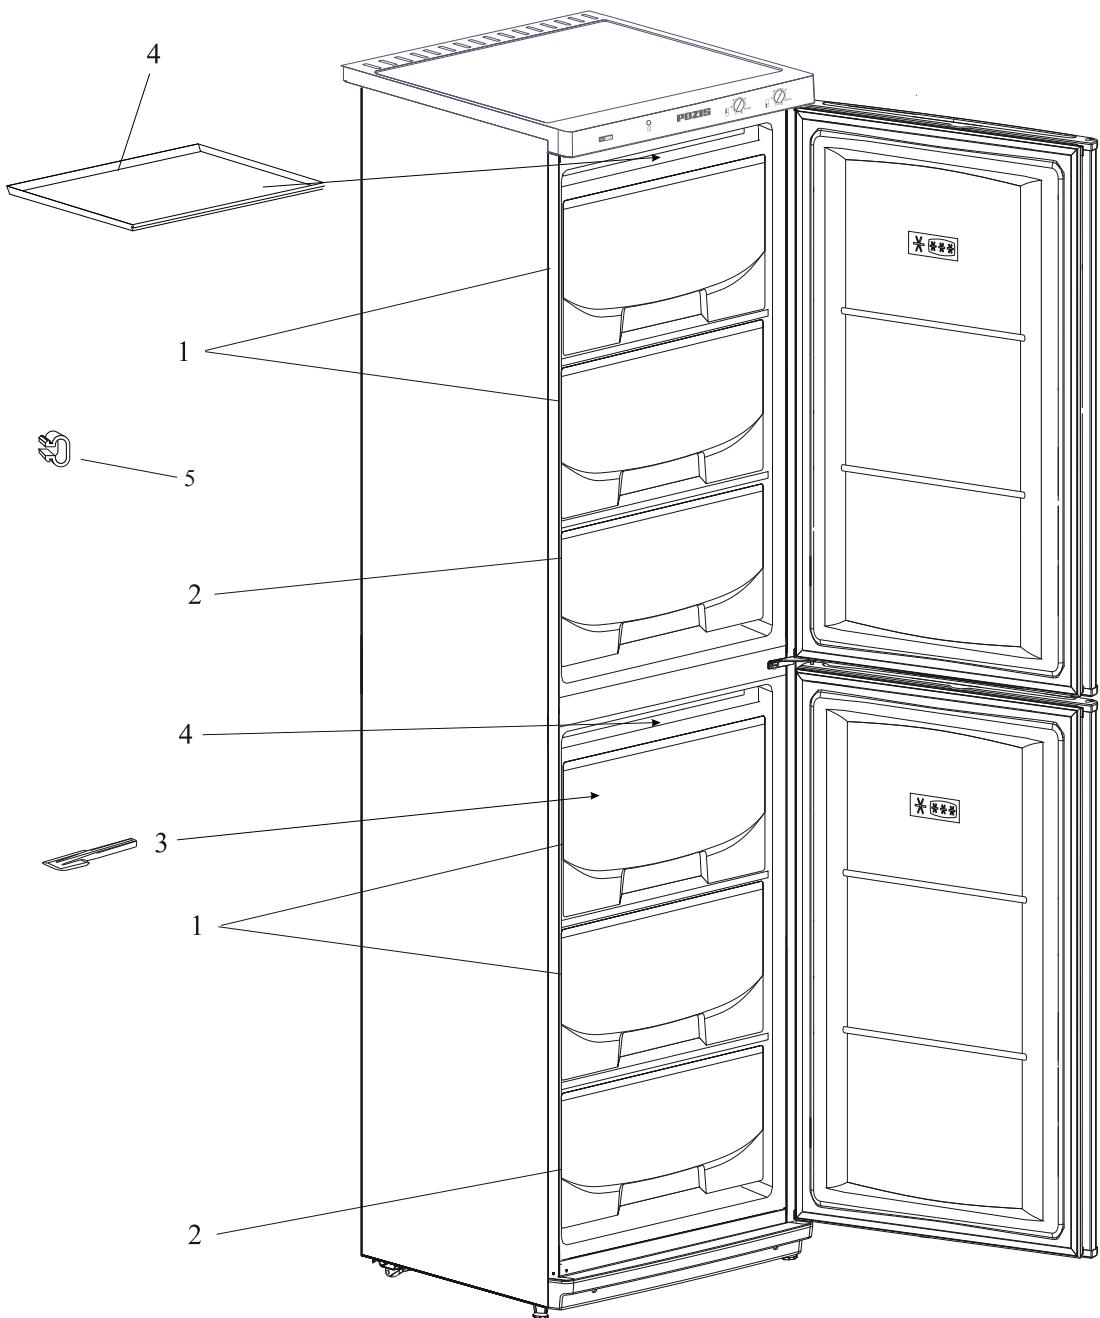

Рис. 1 Схема расположения отделений морозильника и его комплектующих
7.3 При образовании незначительного сугробы на внутренних поверхностях морозильной камеры его можно удалить с помощью лопатки (рис.1), не приурочивая это к моменту оттаивания морозильной камеры.